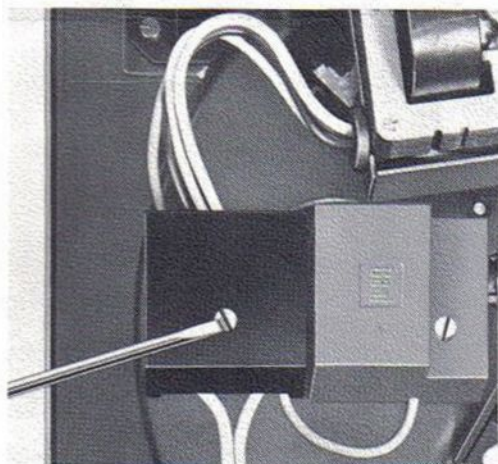

Fig. 2
a) Anschluß an Dual-Plattenspieler mit vom Netzschalter getrennter Anschlußplatte (Fig. 2)
a) Connection to Dual turntable with connection board separate from power switch (Fig. 2)
a) branchement sur platines Dual équipées de plaquettes de raccordement séparées du commutateur secteur. (Fig. 2)
a) Aansluiten aan Dual platenspeler met en van de netschakelaar geschieden aansluitplaat (fig. 2)